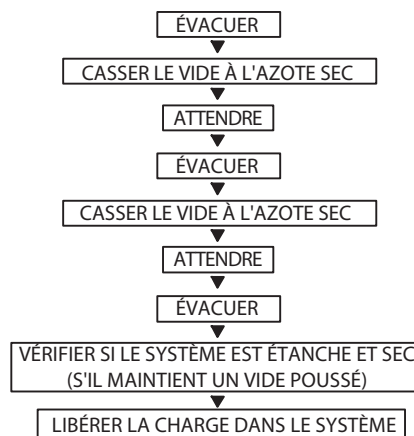

Figure 46 – Méthode d'évacuation triple
La méthode d'évacuation triple doit être utilisée seulement lorsque la pompe à vide ne peut pomper que jusqu'à un vide de 28 po Hg (701,2 mm Hg) et que le système ne contient pas d'eau liquide. Consultez la figure 46 et procédez comme suit :
5. Répétez cette procédure comme indiqué à la figure 46. Le système sera ensuite exempt de contaminants et de vapeur d'eau.